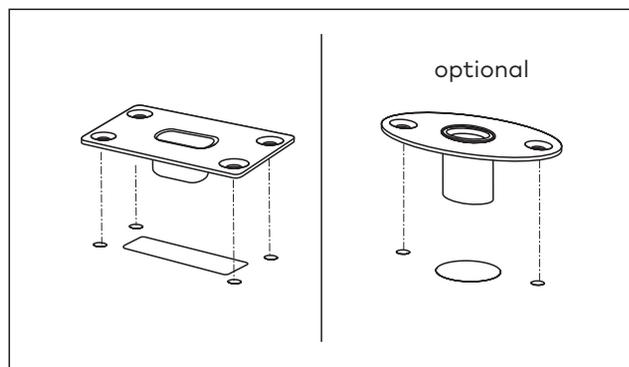

Abb. 51 Bodenmulde montieren
15. Die Bodenmulde für die untere Treibriegelstange im Fußboden montieren (Abb. 51).